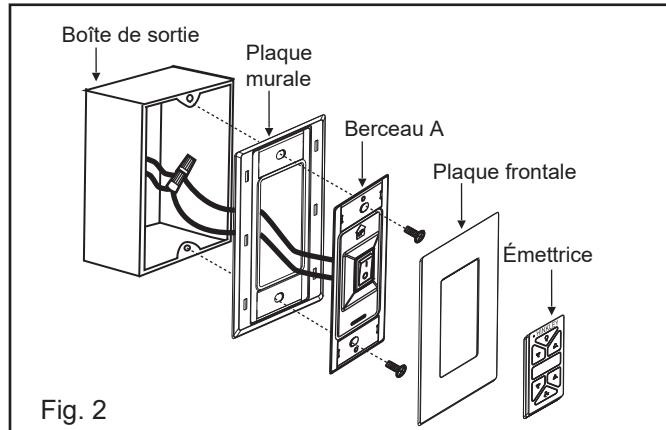

Fig. 2
2. Installez le berceau A dans la plaque murale. (Fig. 2)